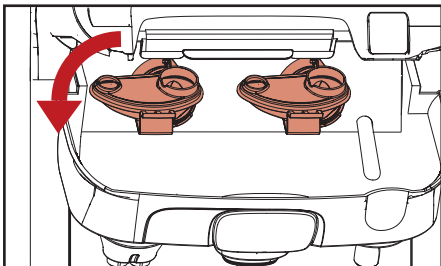

Fig. 5.10 - Fjerning av mixekammer
- b. Roter mixekamrene mot klokka for å frigjøre dem og trekk dem ut (fig. 5.10).